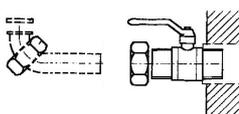

Figura 2-3
- kit rubinetti idraulici (vedi Figura 2-3);